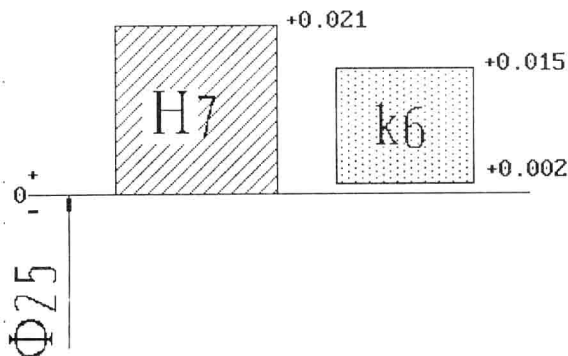

图 1—37
4. 根据公差带图求出孔、轴的最大实体尺寸,写出孔轴的配合代号、说明配合性质(图 1—37)。